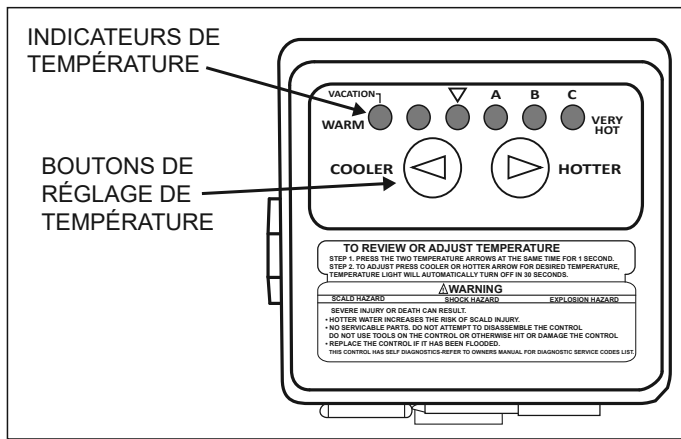

Figure 33
La température de l'eau peut être sélectionnée au moyen des touches de réglage de température sur l'avant de la commande de gaz (voir Figure 33), comme suit :
1. Mettre le bouton de régulation de gaz/température en position « OFF » (arrêt) (voir Figure 34 à Figure 33).